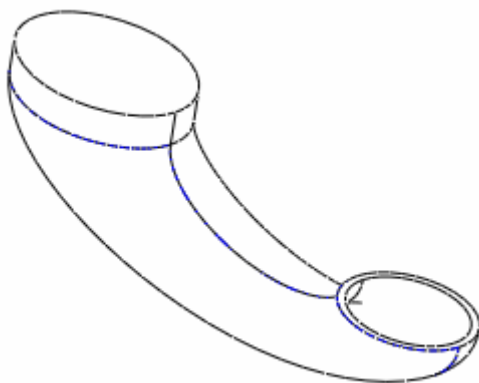

图 61-14
(4) 单击  按钮，完成草图绘制，调整特征生成方向，单击  按钮，完成特征建立，如图 61-14 所示。